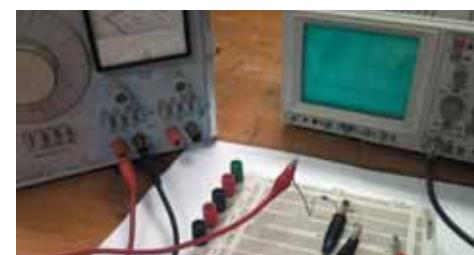

Fig. 8.32.
3. Conecta el osciloscopio y observa la señal de salida (Fig. 8.32).